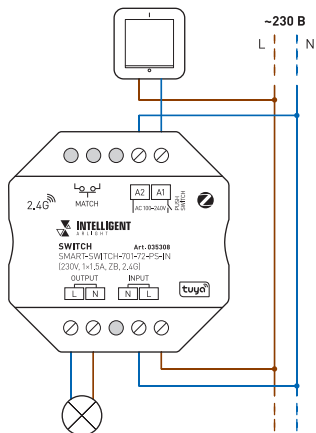

Рис. 1
- 3.3. Подключите источник света к выходу OUTPUT релейного модуля, соблюдая порядок подключения проводов (Рис. 1).
- 3.4. Подключите кнопочную панель к входу A1 и A2 релейного модуля (Рис. 1).